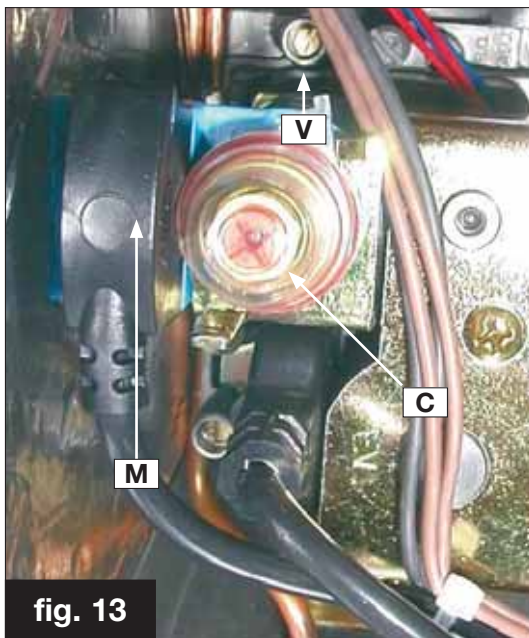

fig. 13
- rimuovere il coperchio in plastica C (fig.13), posto alla sommità della bobina del modulatore, che protegge le viti di regolazione del regolatore di pressione;
- collegare un manometro alla presa di pressione V di fig.13 dopo aver allentato la vite;
- rimontare il coperchio in plastica C (fig.13);